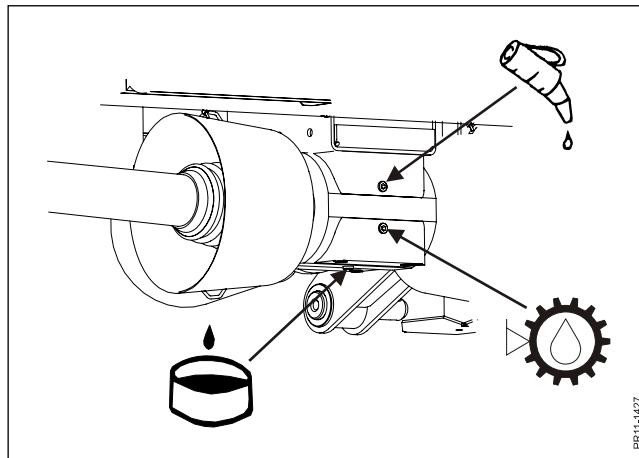

Fig. 4.4
- Fig. 4.4 Olieindhold:**  540 rpm = 1,1 l